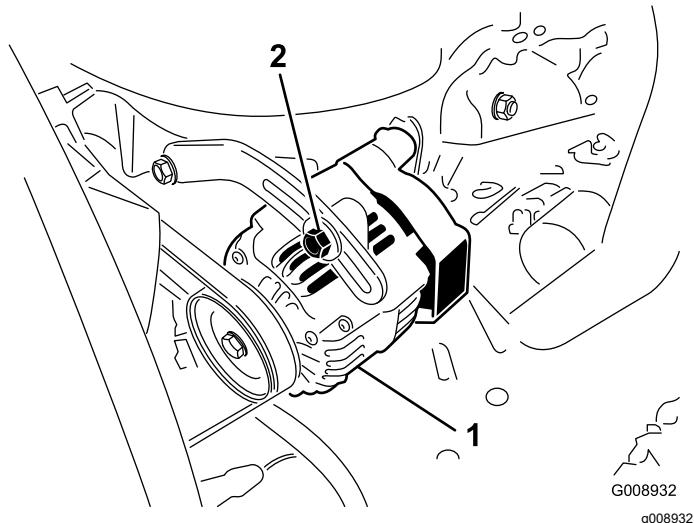

Figure 45
2. Si vous n'obtenez pas une flèche de 10 mm ($\frac{3}{8}$ po), desserrez les boulons de fixation de l'alternateur (Figure 45).